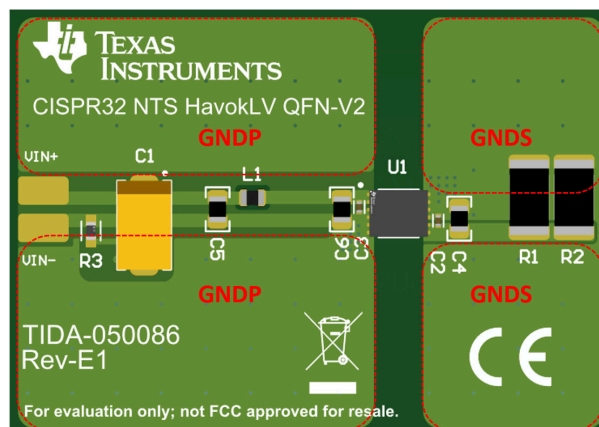

図 2-7. UCC33420 CISPR32 レイアウト
- 内蔵トランスから H 磁界が得られるため、RE を通過させるにはデバイスの両側にグラウンド プレーンを配置することが非常に重要です。デバイスのグラウンドピンを両側に接続するために使用する場合、グラウンド プレーンはスイッチング ループのリターン側で低インピーダンスになります。さらに、これらのプレーンはファラデー シールドとして機能し、トランスからの H 磁界を軽減します。図 2-7 に、PCB アセンブリの画像を示します。